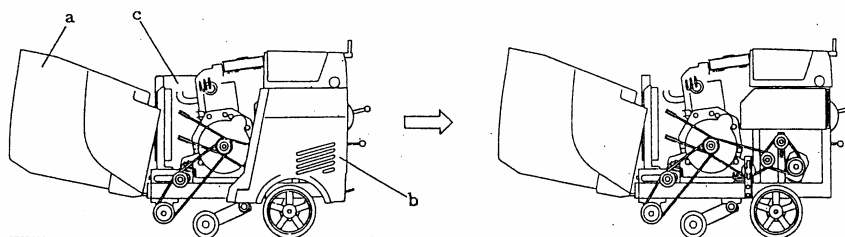

図 1
1. ボンネット (a) を開け リヤカバー (b) サイドカバー (c) を外す。…図 1